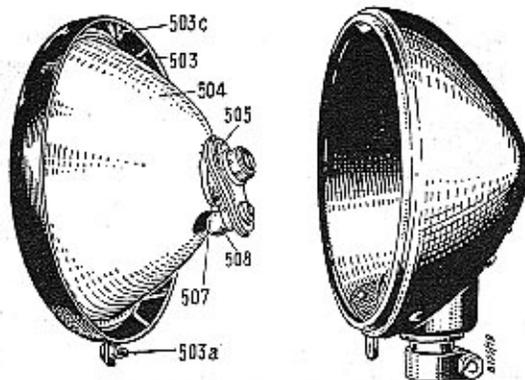

Bild 19 Scheinwerfer geöffnet
1. Verschlussschraube 503 a lösen (Bild 19).